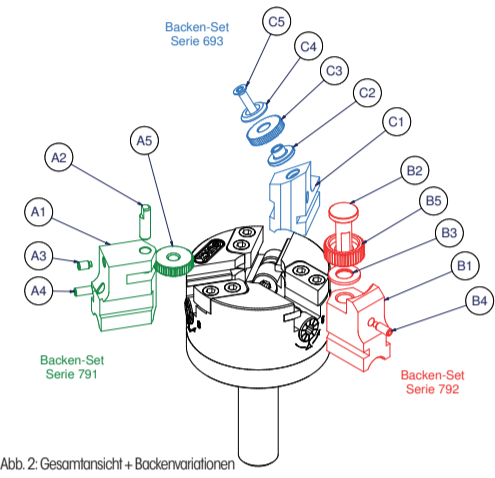

Abb. 2: Gesamtansicht + Backenvarianten
Laufstift (Abb. 2, Pos. A2), Bundboizen (Abb. 2, Pos. B2), Rändelrad (Abb. 2, Pos. A5 + Pos. B5 + Pos. C3), Laufbuchse bzw. Laufscheibe (Abb. 2, Pos. C2 + Pos. B3) und Senkschrauben (Abb. 2, Pos. C5) sowie Rändelräder (Abb. 2, Pos. A5 + B5 + C5) nach angemessenen Zyklen wechseln – spätestens bei erheblichem Verschleiß oder abweichenden Prozessparametern.
– Sollten sich bei der Verwendung von Serie C693 die Schrauben (Abb. 2, Pos. C5) während des Prozesses lösen, wird die Verwendung von Schraubensicherung LockTite höchst empfohlen.
Den Gewindestift (Abb. 2, Pos. A3) lösen und den hinteren Gewindestift (Abb. 2, Pos. A4) hineindrehen, sodass der Laufstift (Abb. 2, Pos. A2) entnommen werden kann. Anschließend das Rändelrad (Abb. 2, Pos. A5) wechseln und mit dem Laufstift in der Nut fixieren.
Den Gewindestift (Abb. 2, Pos. B4) lösen und den Bundboizen (Abb. 2, Pos. B2) samt Rändelrad (Abb. 2, Pos. B5) und Laufscheibe (Abb. 2, Pos. B3) entnehmen. Neues Rändelrad mit der Laufscheibe auf den Bundboizen setzen und diesen mit dem Gewindestift in dem Rändelträger festspannen. Spannfläche der Bundboizen so ausrichten, dass dieser durch den Gewindestift gespannt wird.
Die Tonschraube (Abb. 2, Pos. C5) vollständig lösen und die Deckscheibe (Abb. 2, Pos. C4) samt Rändelrad (Abb. 2, Pos. C3) sowie Laufbuchse (Abb. 2, Pos. C2) entnehmen. Anschließend neues Rändelrad auf die Laufbuchse setzen und mit der Tonschraube fest mit der Backe (Abb. 2, Pos. C1) verschrauben.